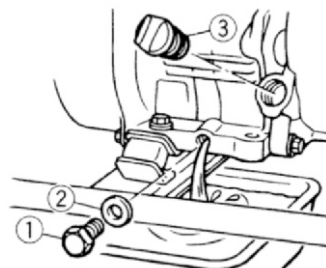

Рис. 5
- Очистите поверхность около сливной пробки (1)(См. Рис.5).